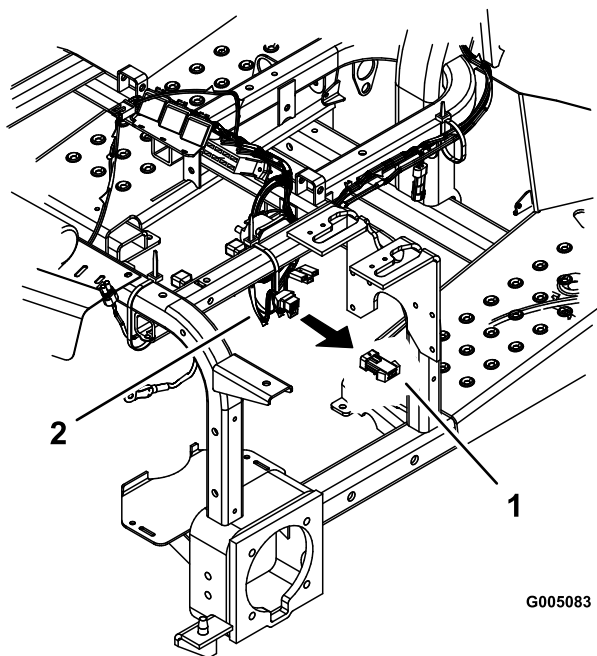

Рисунок 34
5. Снимите проволочную перемычку с главного жгута проводки под панелью управления (Рисунок 34).